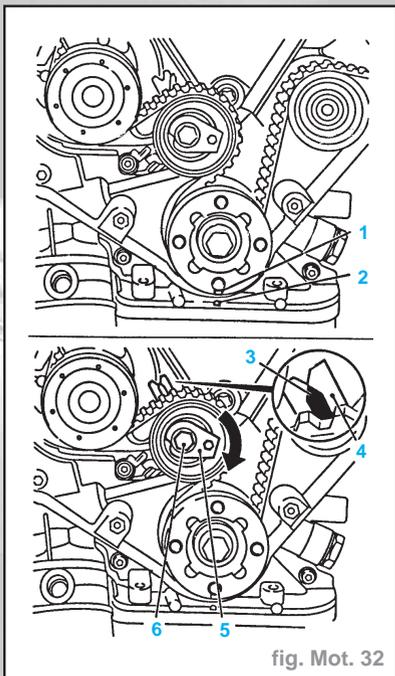

fig. Mot. 32
- En agissant sur la vis de fixation de la roue d'entraînement de courroie crantée, faire faire deux tours de vilebrequin (**720°**) dans le sens de rotation du moteur pour le positionner sur PMH. Le repère (1) sur la roue d'entraînement de la courroie crantée doit faire face au repère (2) sur la pompe d'huile (fig. Mot. 32).
- Desserrer la vis de fixation (6) et tourner l'excentrique de réglage (5) dans le sens de la flèche (dans le sens des aiguilles d'une montre) jusqu'à ce que l'index (3) du galet-tendeur de courroie crantée se trouve en regard de l'encoche (4) (fig. Mot. 32).